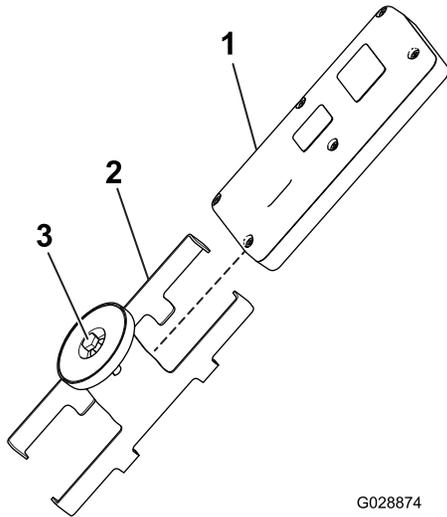

図 14
5. ハンドヘルドリモートをマグネット式ブラケットに取り付ける。ブラケットにリモートを入れ、ブラケットについているボルトを締め付ける (図 14)。